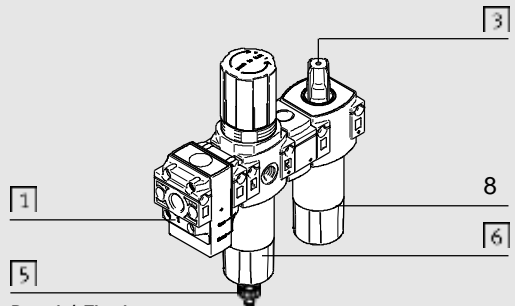
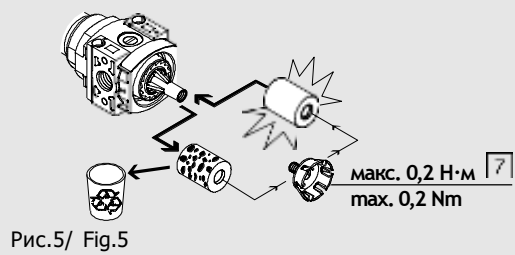

Рис.4 / Fig.4
Рис.5/ Fig.5
- Соблюдайте направление потока от 1 к 2. В качестве ориентира служат цифры 1 (➔ рис. 4) на корпусе изделия.
- Вращайте регулировочный винт 3 (➔ рис. 4) в колпачке контроля до тех пор, пока не установится требуемое количество масла.
- Замена патрона фильтра (➔ рис.4 и рис. 5):
- Если уровень масла находится у нижней кромки стакана маслораспылителя на FRC (➔ рис. 4):